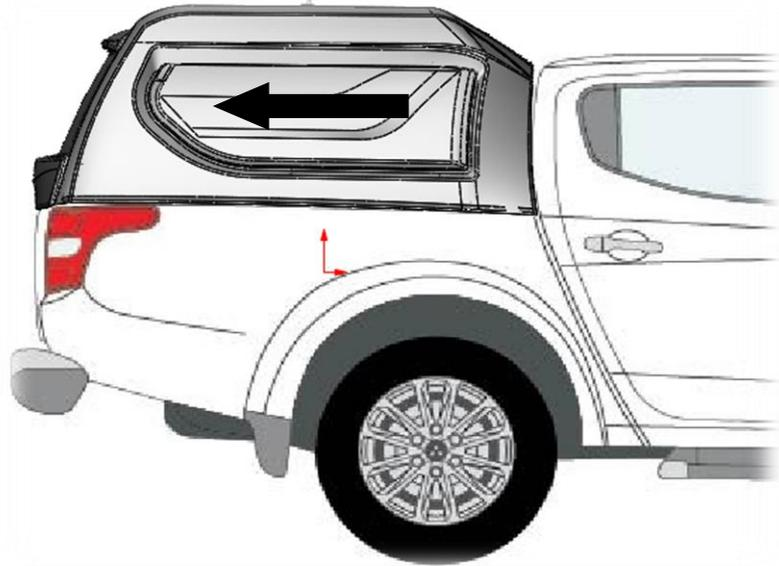

Рис. 7
3. Откройте заднюю дверь кунга. Установите кунг на кузов (опускайте его строго вертикально, не задевая кабину). Максимально сдвиньте кунг назад (до упора его передней стенки в кузов, см. Рис.7);